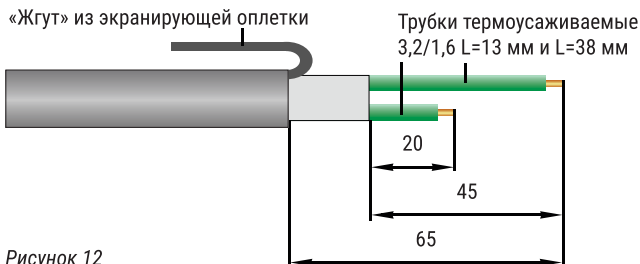

Рисунок 12
6.1.1. Удалить оболочку с конца нагревательного кабеля на длине 65 мм (рисунок 12).